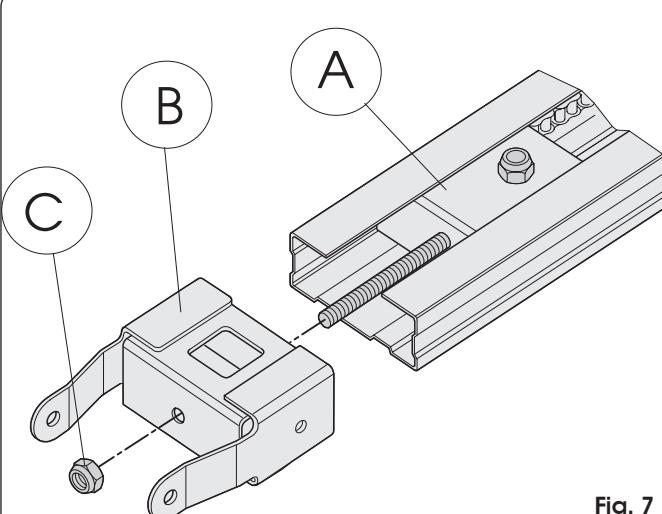

Fig. 7
- Schuif de transmissie-eenheid over heel de geleiderail (Fig. 7 ref. A) tot vlakbij het uiteinde aan de voorkant, de kant tegenover de aandrijfkoppelingsgroep.
- Assembleer de bevestiging aan de voorkant (Fig. 7 ref. B) met de transmissie-eenheid (Fig. 7 ref. A).
- Span de ketting iets door de moer aan te draaien (Fig. 7 ref. C).